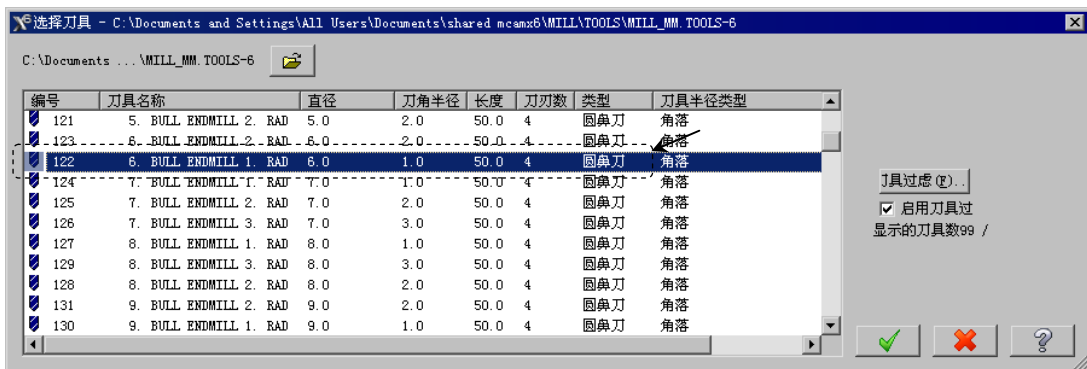

图 17.30 “选择刀具”对话框
(3) 单击  按钮，完成加工区域的设置，同时系统弹出“曲面精加工等高外形”对话框。
Step4. 选择刀具。在“曲面精加工等高外形”对话框中单击 **选择刀库** 按钮，系统弹出“选择刀具”对话框，在该对话框的列表框中选择图 17.30 所示的刀具。单击 **✓** 按钮，关闭“选择刀具”对话框，系统返回至“曲面精加工等高外形”对话框。